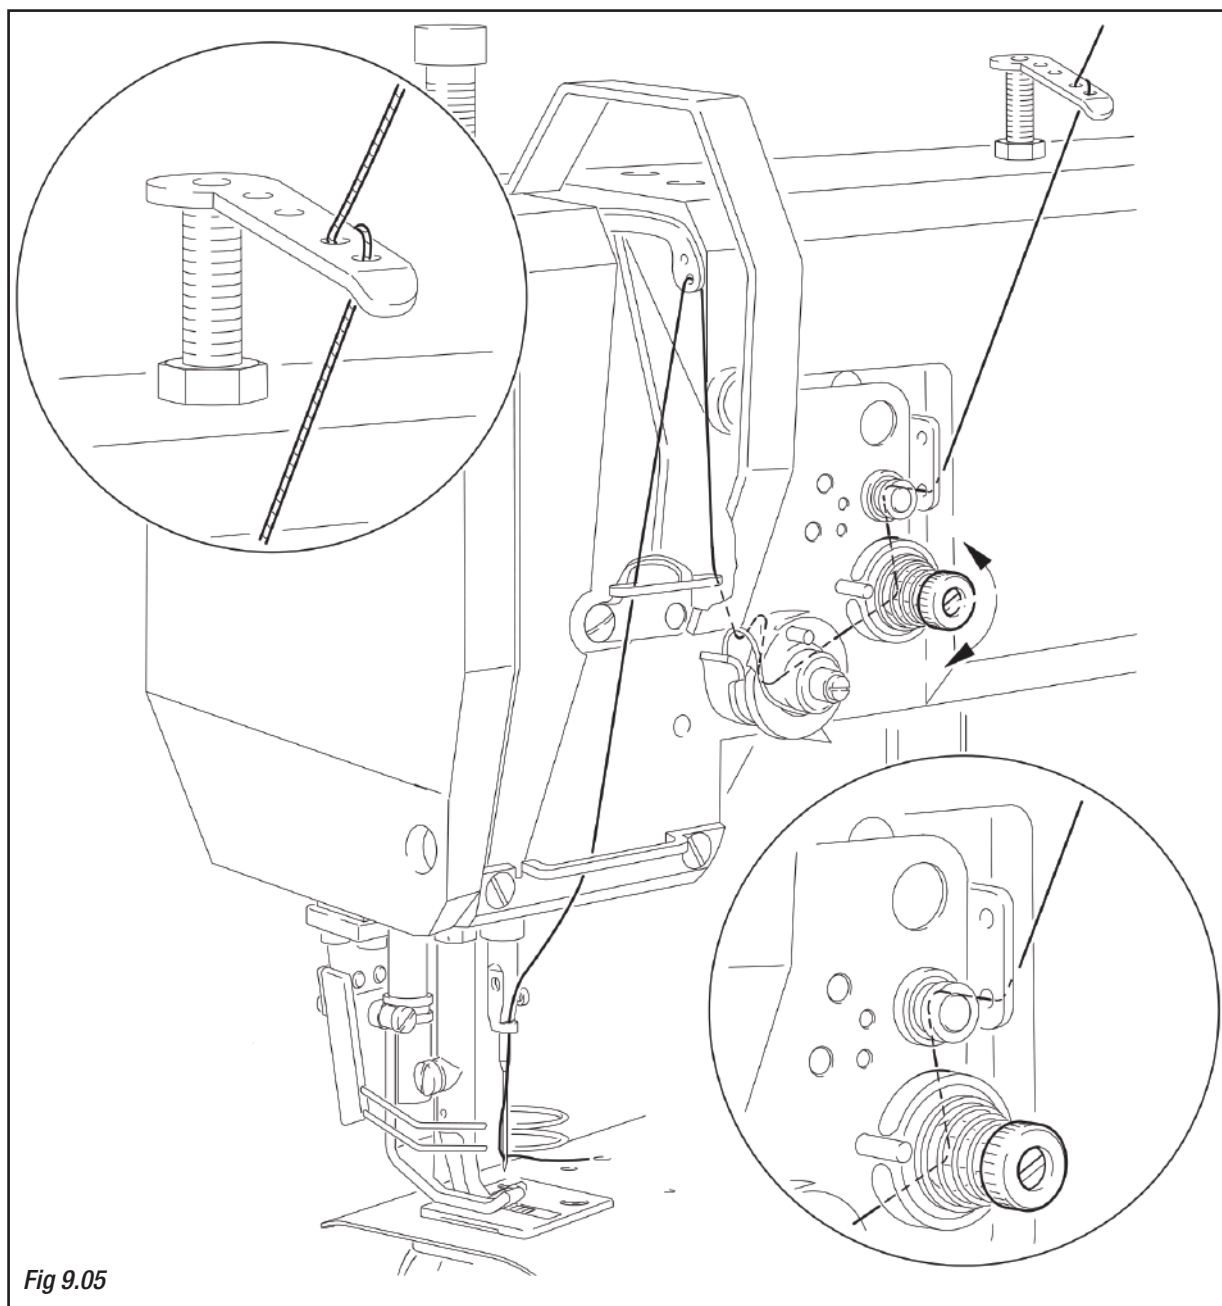

Fig 9.05
- Eseguire l'infilatura seguendo lo schema della **fig. 9.05**.